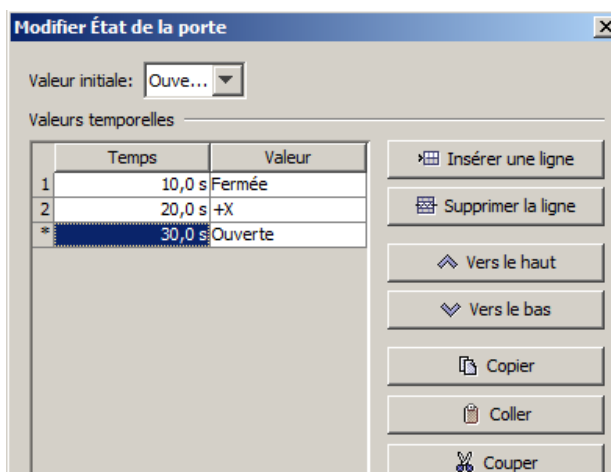

Figure 3.22 : le dialogue des événements prévus
- **État** : indique l'ouverture et la fermeture programmées de la porte. Une porte unidirectionnelle est une porte à travers laquelle les occupants peuvent passer dans une seule direction. Par défaut, toutes les portes restent ouvertes tout au long de la simulation. Pour modifier cela, cliquez sur le lien. Le dialogue **Modifier l'état de la porte** s'affiche, comme illustré à la figure 3.22. Ce dialogue permet de déterminer l'état initial de la porte, ainsi que d'autres états programmés. Par exemple, comme cela est illustré dans cette figure, au début la porte est ouverte, ensuite, elle se ferme à $t=10$ s, puis s'ouvre dans la direction +X à $t=20$ s, enfin elle s'ouvre à nouveau dans les deux sens à $t=30$ s.